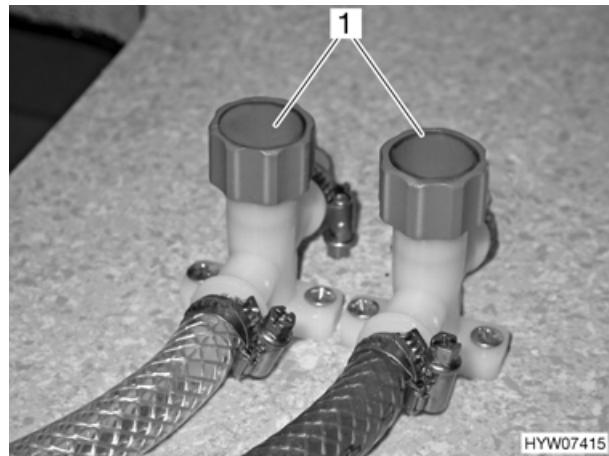

Bild 94 Ablassventile
- Ablassventile für Kaltwasser schließen: Die Ventilkappen (Bild 94,1) im Uhrzeigersinn zudrehen. Der Einbauort der Ablassventile ist in der Tabelle "Lage der Ablassventile" am Ende dieses Kapitels aufgelistet.
- Die Ventilkappen (Bild 94,1) entgegen dem Uhrzeigersinn aufdrehen.